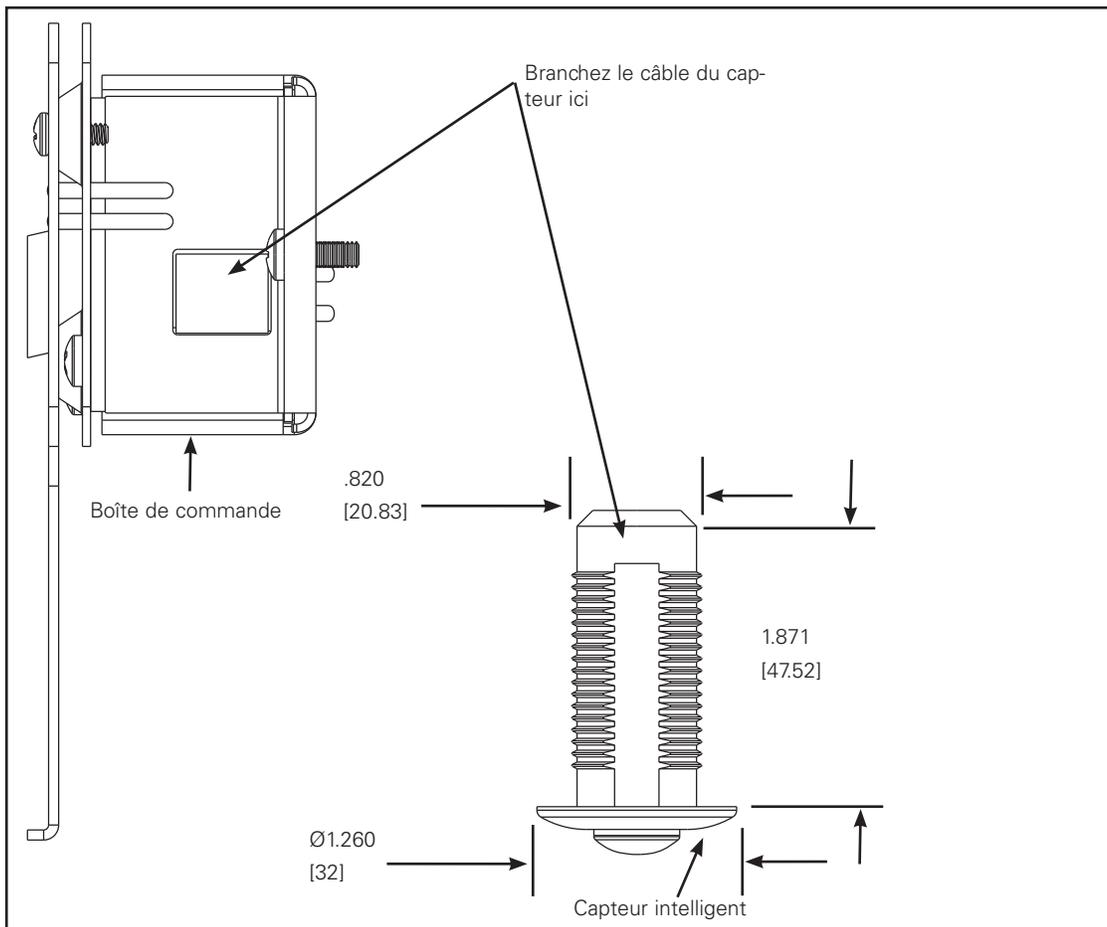

Figure 2.
3. Raccordez le câble du capteur à la boîte de commande. Branchez l'autre extrémité au capteur monté dans le plafond. (Voir figure 2).